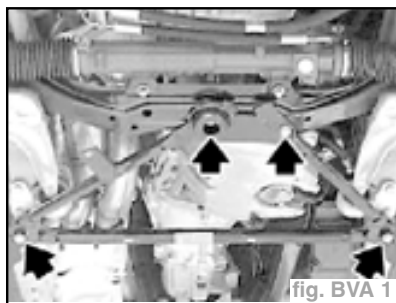

fig. BVA 1
- la rigidification du bloc avant (fig. BVA 1),